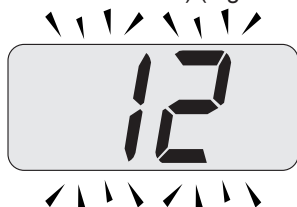

Figura 9.9
- Premere contemporaneamente i tasti 18 e 20 (Figura 9.6) fino a far apparire sul display LCD il valore del parametro 28 (es. **12** valore di default) (Figura 9.9).